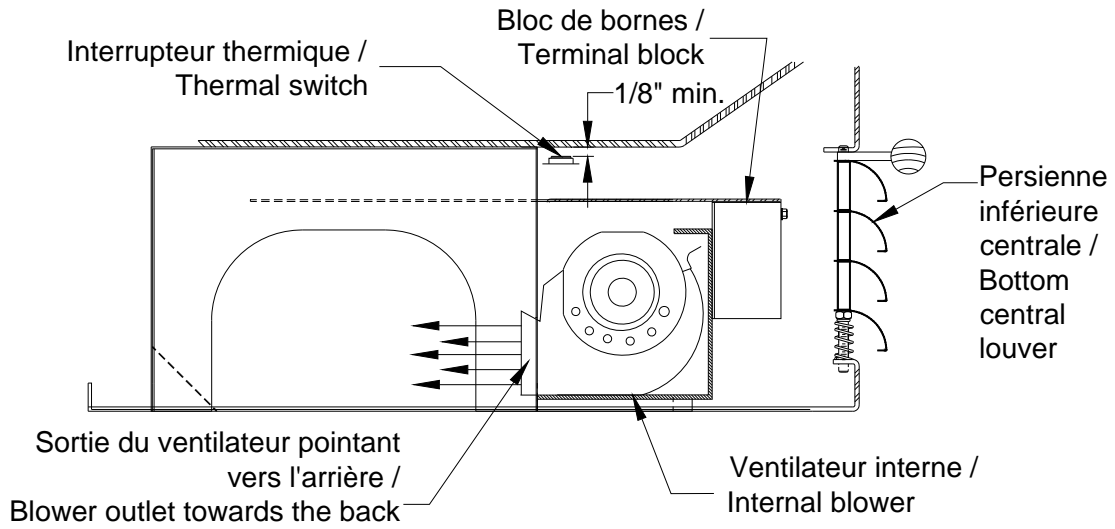

Figure 3 Installation dans tous les foyers Deltas / Installation in all Delta fireplaces
4. Insérez le ventilateur à travers l'ouverture de la persienne inférieure de façon à ce que la sortie du ventilateur soit vers le bas et pointe vers l'arrière (voir Figure 3).